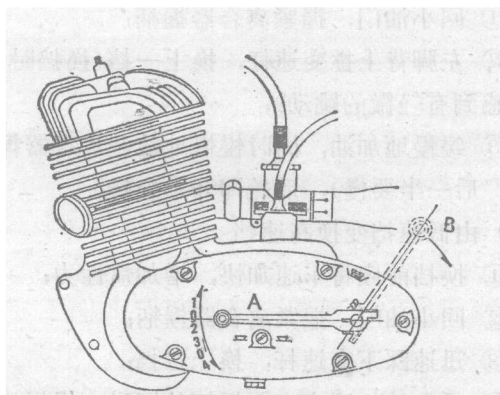

图 5 发动机起动变速杆位置图
方，它兼有两种用途：一是起动发动机，用脚尖(或手)先向里推入，再向右旋转至后上方的起动杆作用位置 B (见图 5 中虚线所示位置 B)；二是换挡，起动发动机后，由于弹簧作用，起动变速杆自动回到变速位置，由驾驶者用左脚前部操纵。变速杆共有四个变速位置，在空挡指示灯亮时(即 1、2 挡之间的空挡)，向上拨动是一挡，向下拨动是二、三、四挡。使用时，应用左脚前部轻轻迅速上、下拨动，不要用力过猛，以防损坏机件。起步时必须使用一挡，如用其他挡起步，则因动力不足容易熄火，如勉强起步则易损坏机件。
4. 用脚尖或手将起动变速杆旋转至后上方起 动 杆 位置 (先推入后，方能转动至图 5 中的 *B* 位)。